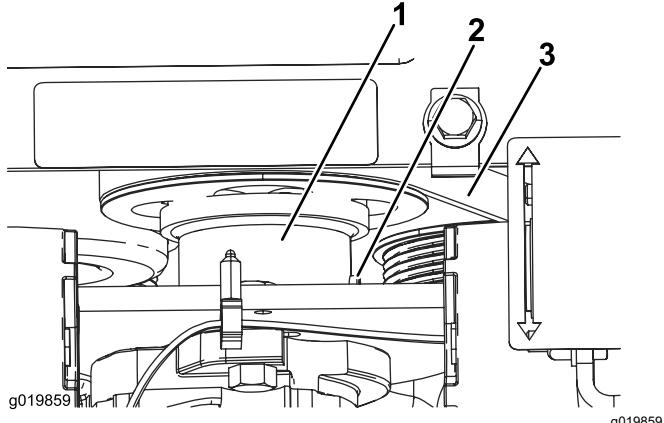

Bild 51
5. Lösen Sie die Stellschraube Getriebe der Pumpenantriebskupplung (Bild 51).